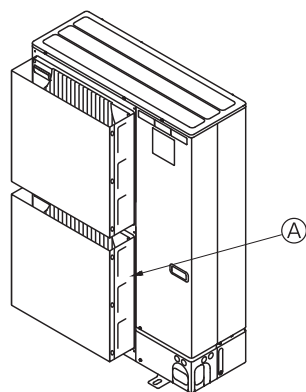

Fig. 3-3
- ② Se l'unità viene installata in luoghi in cui vi è il rischio che nell'uscita aria penetrino forti venti da tifone, ecc., installare una guida opzionale per l'aria. (Fig. 3-3)